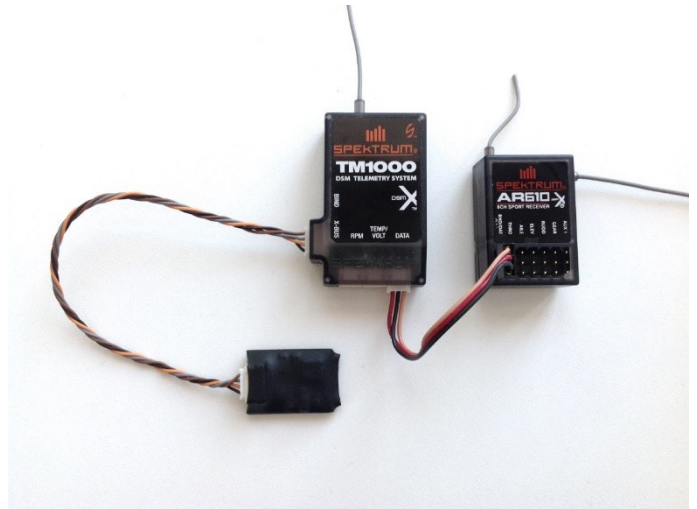

Abbildung 2: Anschluss des **Vario-DX** an das TM1000
2. **Vario-DX** wie in Abb. 2 gezeigt an den „X-BUS“ Port des